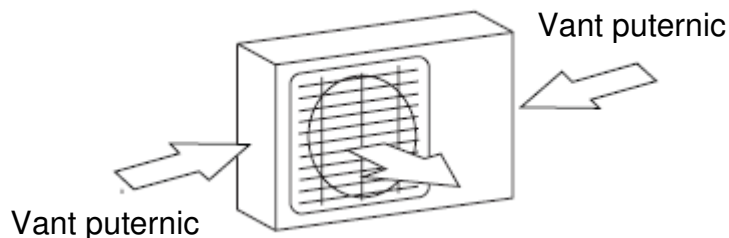

Fig. 5.1
- ☑ Daca locul de instalare este expus vanturilor puternice (ex. langa o plaja),unitatea trebuie asezata pe perete astfel incat sa fie ferita de vant. Daca este cazul, folositi un paravan din panza. (consultati Fig. 5.1 si 5.2)